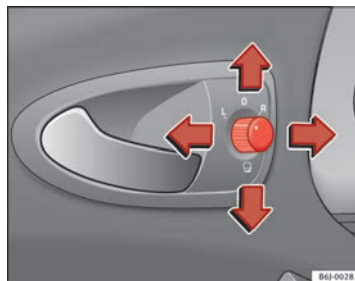

Fig. 68 Comando dos retrovisores exteriores
1. Rodar o botão giratório ⇒ Fig. 68 para a posição **L** (espelho retrovisor esquerdo).
- Rodar o comando ⇒ Fig. 68 até à posição  para rebater os retrovisores exteriores. Para evitar danos no veículo, deve recolher os retrovisores exteriores sempre que o veículo entre num túnel de lavagem automática.